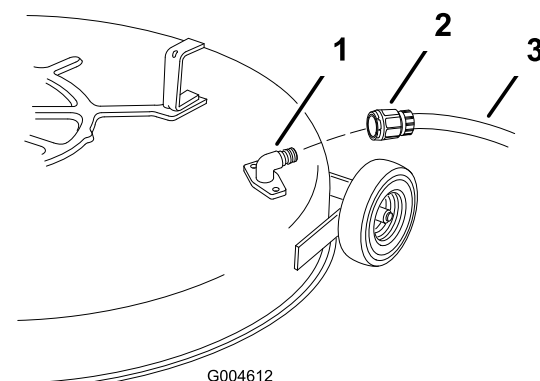

Figura 50
5. Conecte el acoplamiento al extremo del conector de lavado del cortacésped, y abra el grifo al máximo (Figura 50).